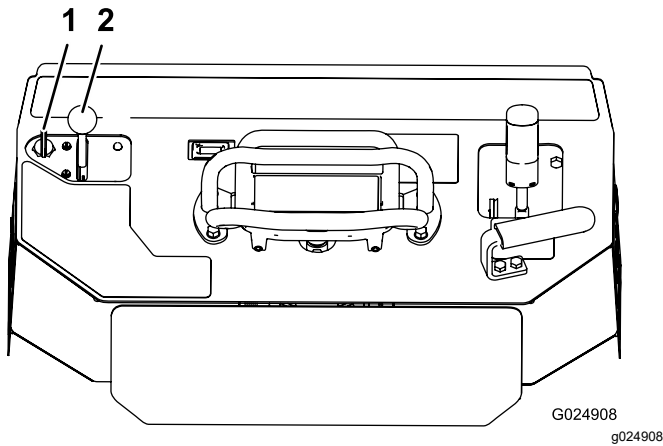

Bild 18
1. Stellen Sie den Gasbedienungshebel zwischen die Stellung LANGSAM und SCHNELL (Bild 18).
2. Drehen Sie den Schlüssel in die EIN-Stellung (Bild 18). Lassen Sie den Schlüssel los, wenn der Motor anspringt.
3. Schieben Sie den Gasbedienungshebel auf die gewünschte Stellung (Bild 18).